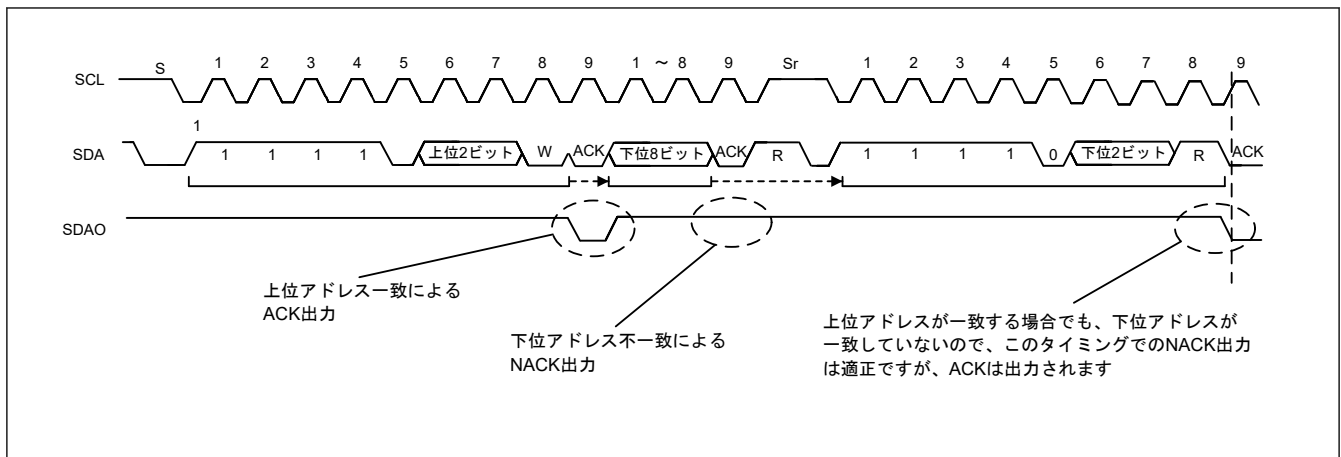

図 25.31 スレーブ送信 (10 ビットアドレスフォーマット)
- 回避策: 本モジュールに割り当てられる 10 ビットアドレスの上位 2 ビットに、他のスレーブと異なる値を設定してください。アドレスが使い果たされ、異なる値を設定できない場合は、制限 (1) を適用してください。
- 制限 (1): 10 ビットアドレスを使用しません。
- 制限 (2): 図 25.31 における最終 ACK 応答後に、スレーブはデータに応答しません。よって、SDA は High レベルを維持し、I²C マスタは 0xFF データを受信します。0xFF を異常データとして処理可能なシステムでは、0xFF は読み出され、I²C マスタ側で破棄されます。0xFF が有効データの場合、制限 (1) が適用されます。